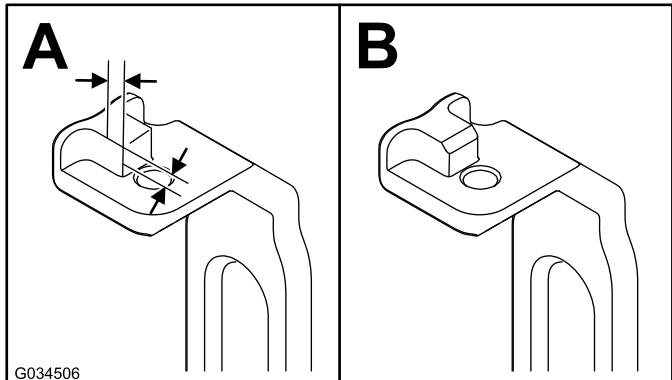
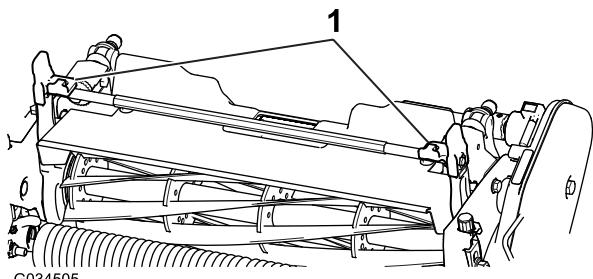

図 7
図 6
2. 左右のピッチアーム図6で、タブのコーナー部を2.3mm削って図7のようにする。